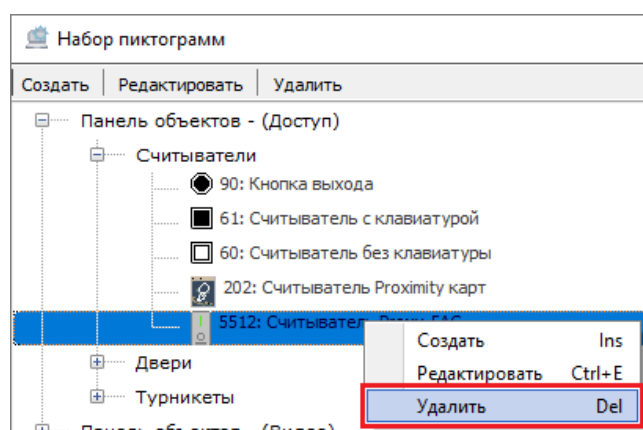

Рисунок 6-512 Переход к удалению пользовательского вида пиктограмм
- 3) кликните по выбранному пользовательскому виду пиктограмм правой клавишей мыши и выберите в контекстном меню вида пиктограмм команду «Удалить» (см. Рисунок 6-512) или выделите выбранный пользовательский вид пиктограмм и нажмите клавишу на клавиатуре;